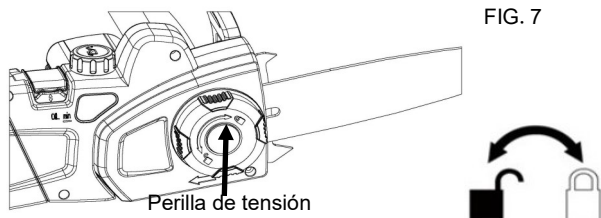

FIG. 7
12. Ajuste la perilla de tensión. Elimine toda la holgura de la cadena; para ello, gire hacia la derecha la perilla de tensado de la cadena hasta que la cadena se asiente ajustadamente en la barra, con los eslabones de impulsión dentro de la ranura. (Fig. 7)